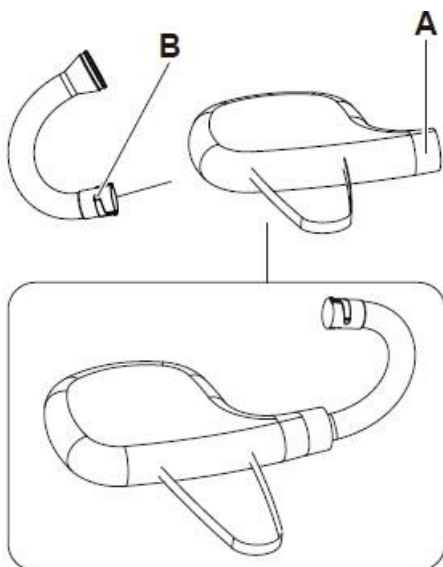

Fig. 4
- 1) Führen Sie den gebogenen Schlauch durch den Reißverschluss der Tasche. Das geschlitzte Ende des Rohrs (B) wird zuerst durch den Bereich (A) der Tasche. Siehe Abb. 4 für das richtige Aussehen. Sobald der Schlauch an seinem Platz ist, ziehen Sie den Klettverschluss fest.